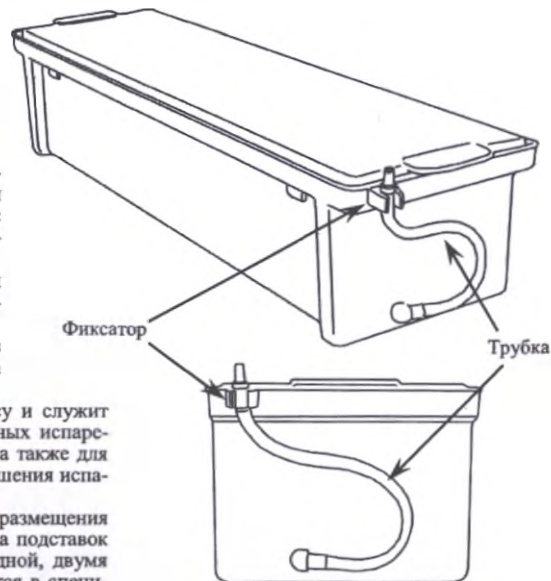

Рис. 2
1.4.6 Емкость-контейнер укомплектован трубкой из медицинского пластика (ПМЭ) (см. рис. 2) для облегчения слива загрязненного дезсредства или моющего раствора. Для этого необходимо снять трубку с